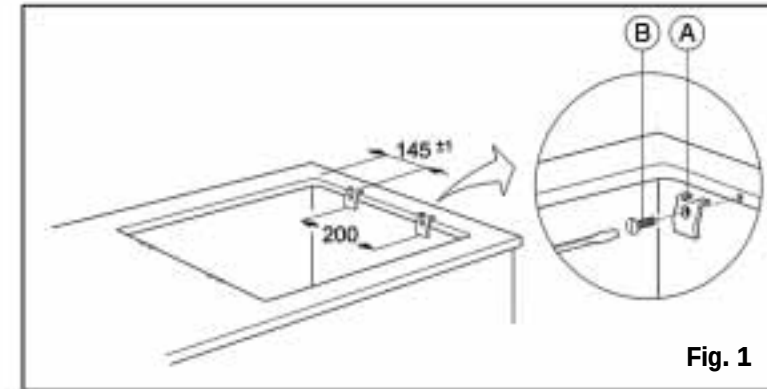

Fig. 1
1. Fixez les pinces **(A)** (fig. 1) à l'aide des vis prévues à cet effet **(B)** (fig. 1) et fournies avec l'appareil, comme le montre la figure, en respectant les distances indiquées.
1. Installez la table de cuisson dans le plan de travail (fig. 1).